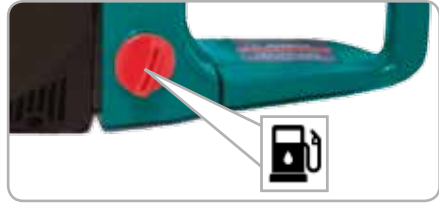

Fig.6
- Deșurubați bușonul de alimentare cu carburant și umpleți rezervorul cu carburant (fig.6).